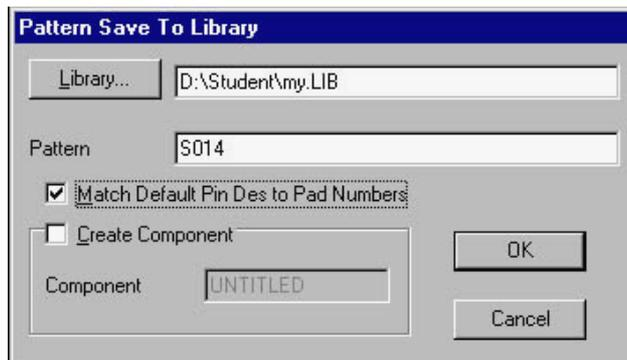

Рис. 1.12. Занесение корпуса компонента в библиотеку
6. Записать изображение корпуса по команде **Pattern > Save as** в библиотеку (записывать необходимо в ту же библиотеку, куда был записан символ микросхемы). Нажав на кнопку Library, выбираем место размещения и имя библиотеки (рис. 1.12), в строке Pattern указываем имя компонента, например SO 14 (т.к. корпус у нас стандартный), и нажимаем кнопку ОК. На этом создание корпуса компонента завершено.